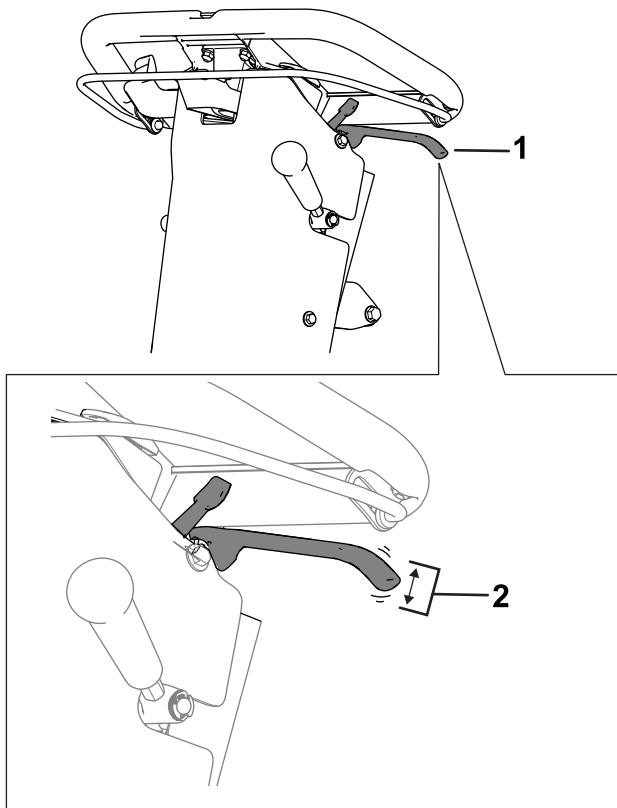

Figure 34
2. Mesurez le jeu au bout du levier du frein de stationnement (Figure 34).